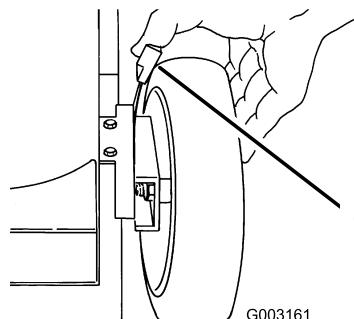

Figura 17
1. Tire de la palanca de ajuste de la altura de la rueda hacia la rueda (Figura 17) y muévala a la posición deseada.